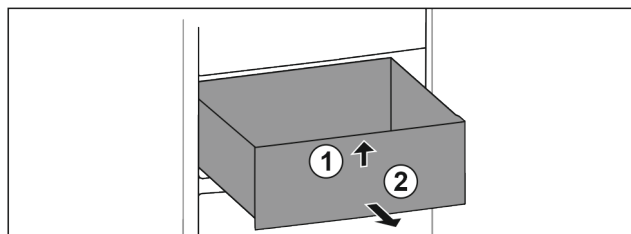

Fig. 11
- ▶ Unieść z przodu Fig. 11 (1).
- ▶ Wyjąć do przodu Fig. 11 (2).